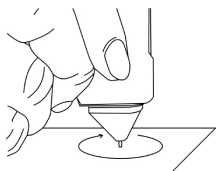

Fig. 2.3
- Impugnare la sonda a penna in modo che la punta della penna formi un angolo retto (90 gradi) con il fazzoletto o il supporto della pietra (a seconda dei casi). Tracciare delicatamente un pattern circolare senza far rientrare la punta (Fig. 2.3).